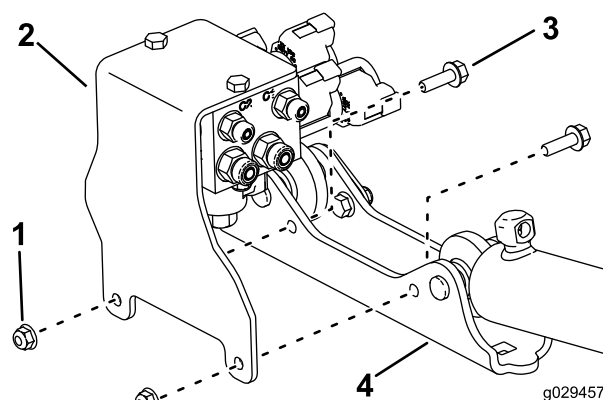

Figura 5
2. Rimuovete il supporto valvola dalla piastra di appoggio del cilindro (Figura 5).